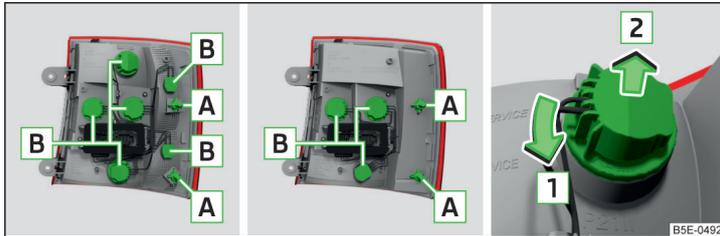

Abb. 253 Äußerer Teil der Leuchte: Grundleuchte / Leuchte mit LED-Dioden
- Die Fassung mit der Glühlampe **B** in Pfeilrichtung **1** drehen » Abb. 253.